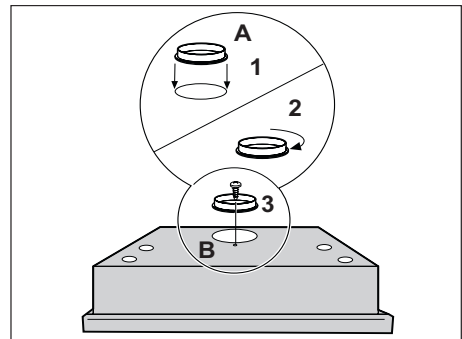

Fig. 2
- El aire filtrado se evacúa al exterior del armario por medio de un tubo que atraviesa el mismo y que debe tener un diámetro igual al de la brida **A** (fig. 2).